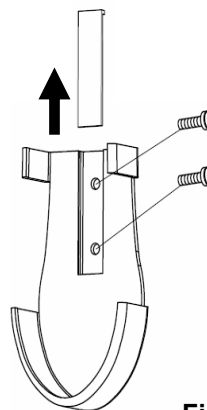

Fig. 14a
2. Enlevez le cache des vis, installez le support à l'aide des 2 vis puis remettez le cache en place. (Fig. 14a).